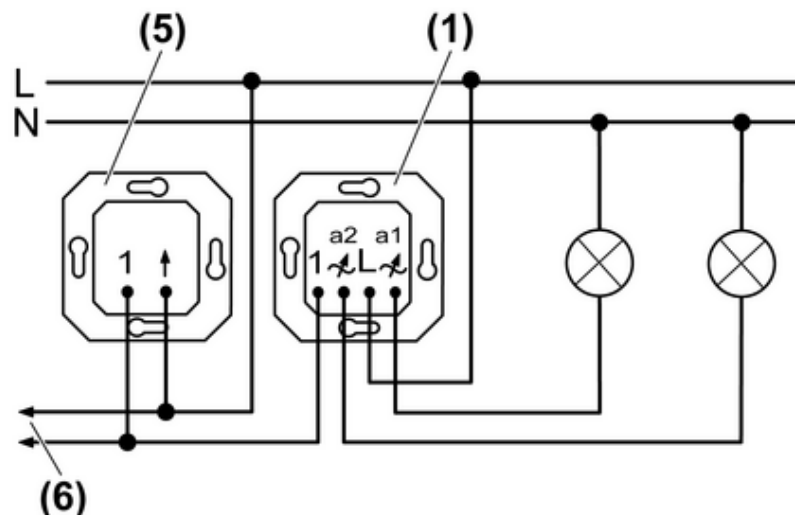

Figure 3: Schéma de raccordement
- Raccorder le variateur conformément au schéma de raccordement (figure 3).